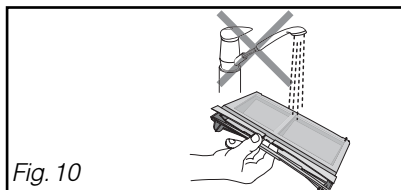

Fig. 10
*Il ne doit surtout pas être passé sous l'eau (Fig. 10).*